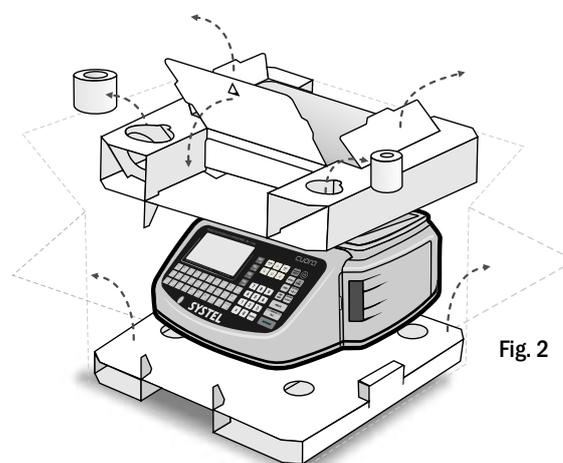

Fig. 2
2. Retire la bandeja de acero inoxidable junto con el rollo de etiqueta y papel continuo (Fig.2).